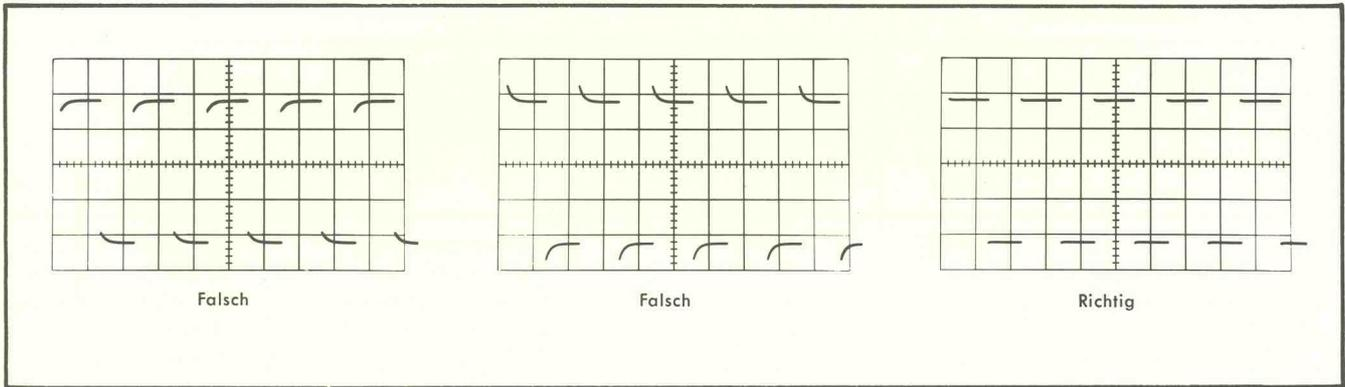

Bild 2-3 Tastkopf-Abgleich-Signale bei Verwendung eines Eichsignals von 1 kHz.
4. Die Tastkopfkompensation wird abgeglichen, um eine beste Wiedergabe des Rechtecksignals, wie es in der Skizze rechts von Bild 2-3 gezeigt wird, zu erhalten.